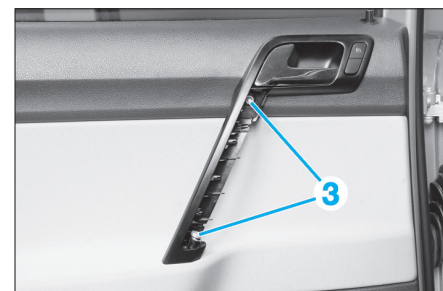

Fig. 68
- Déposer les 2 vis (3) (Fig.68).